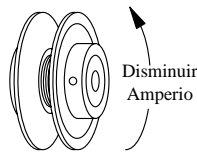

Fig. 11
- **Ajuste la polea si es necesario.** Si la lectura de amperio es menos del valor especificado del motor, apague la unidad y quite la rejilla con el filtro. Desconecte el motor dentro de la caja para protegerse en caso de que alguien intente poner en marcha el enfriador mientras usted está trabajando. Esto hay que hacerlo por su propia seguridad. Ajuste la polea a un diámetro mas grande y vuelva a ajustar la tensión de la banda. Conecte el motor, coloque la rejilla y compruebe de nuevo el amperio. Repita estos pasos hasta obtener la lectura de amperio correcta. El incrementar el diámetro de la polea, incrementa también el amperio; el disminuir el diámetro de la polea, disminuye también el amperio (véase fig. 11).